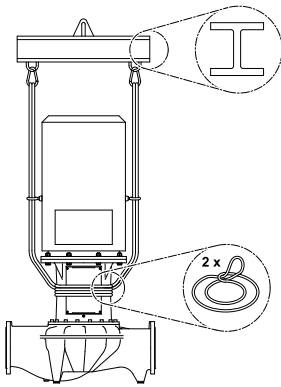

Fig. 28: Colocação de cabos de carga
- Para elevar com a grua, é necessário envolver a bomba com correias adequadas, como indicado em (Fig. 28). Colocar a bomba nos laços que apertam a bomba com o seu próprio peso.